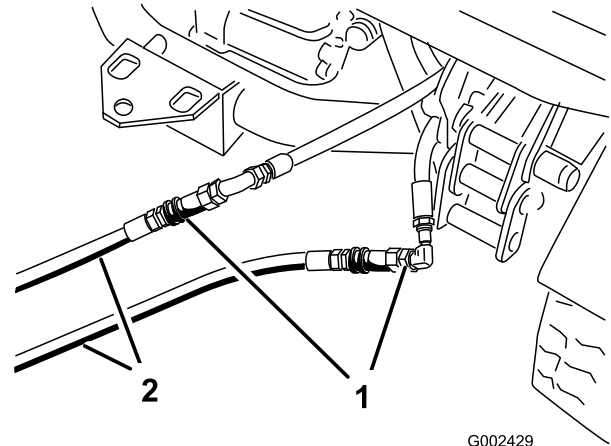

Bild 76
3. Schließen Sie am defekten Fahrzeug die beiden Anlasserschläuche an die Schläuche an, die abgeschlossen wurden (Bild 76). Verschließen Sie nicht verwendete Anschlüsse.